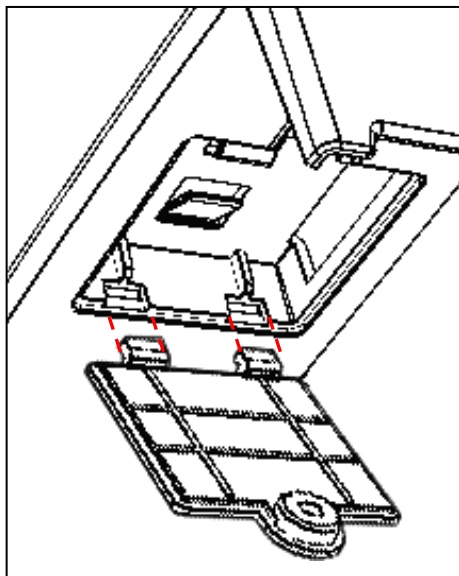

Рисунок 9. Извлечение крышки отсека для ФН (ФН условно не показан)
2. Освободить фиксаторы крышки из пазов отсека (см. рисунок 9), извлечь крышку.